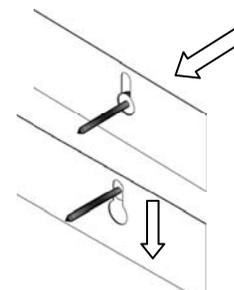

Figura 4
**PASO 3:** Coloque los ojos de la cerradura en la parte trasera de la repisa, sobre los tornillos. Persione la repisa hacia abajo para asegurarla en el lugar, como se muestra en la **Figura 4**.